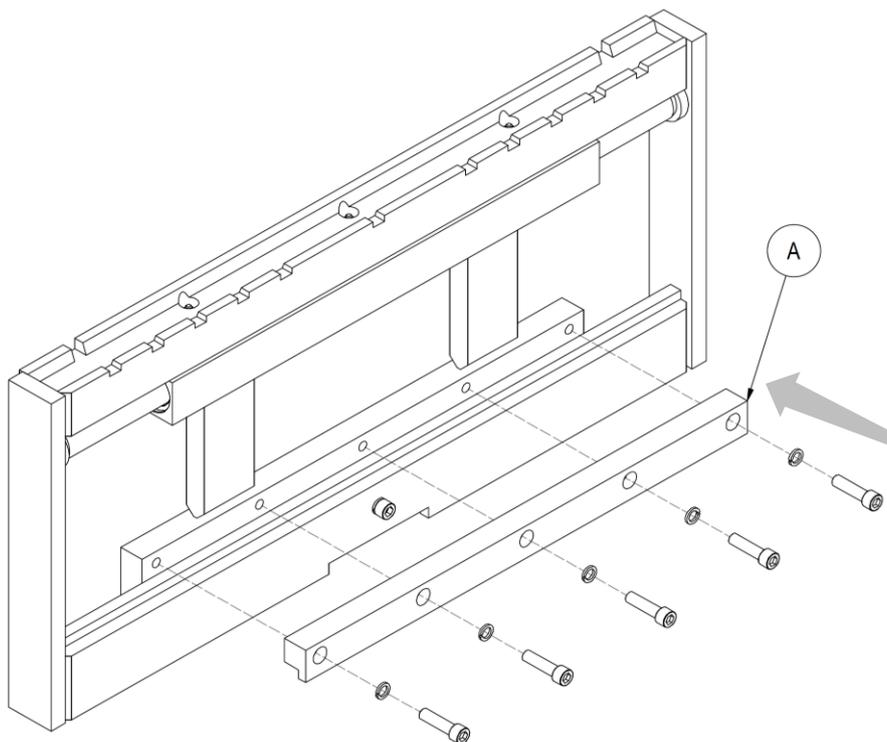

Figure 6
11. Repositionner le crochet inférieur **A** et resserrer les vis qui le soutiennent (voir *Figure 6*).